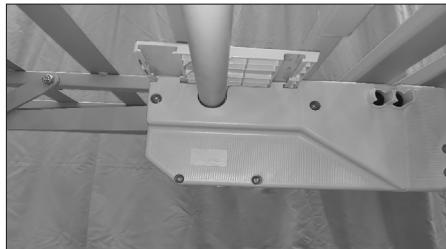

Fig. 12
3. Chiudere il vano del meccanismo con gli appositi coperchi, facendoli scorrere lateralmente facendo attenzione a non staccare il motore dalle sezioni (Fig. 12)